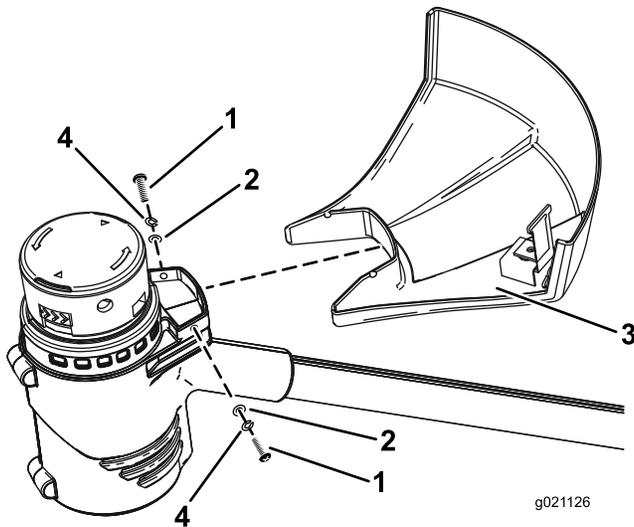

Figure 4
1. Retirez les 2 vis cruciformes collées sur le déflecteur (Figure 4).
2. Glissez le déflecteur sur la base de la débroussailleuse, comme illustré à la Figure 4.